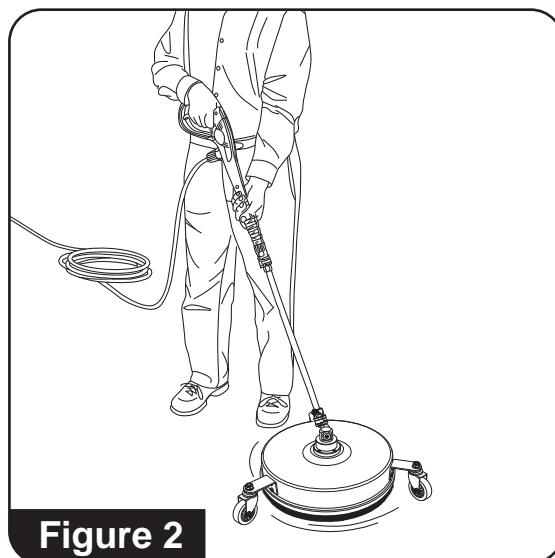

Figure 2
1. Pour commencer le nettoyage, appuyez sur la gâchette et déplacez le nettoyeur de surface de l'avant vers l'arrière ou d'un côté à l'autre (**consultez la figure 2**).